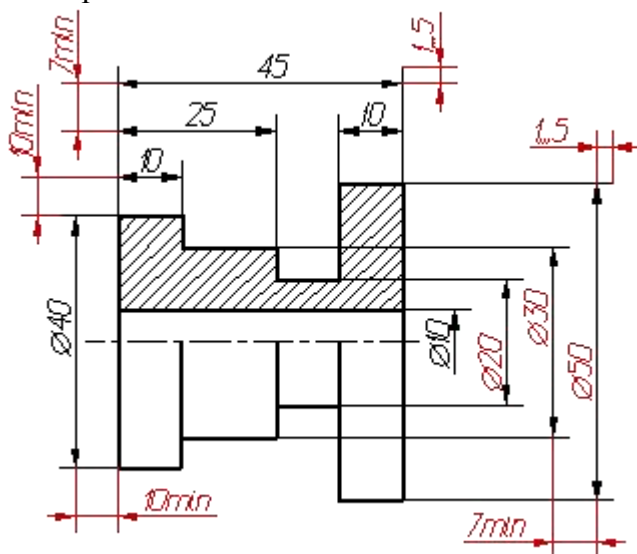

Рис.1.21
24. Размерные линии предпочтительно наносить вне контура изображения, располагая по возможности внутренние и наружные размеры по разные стороны изображения (рис. 1.21). Однако размеры можно нанести внутри контура изображения, если ясность чертежа от этого не пострадает.
25. При нанесении размера диаметра окружности знак $\varnothing$ является дополнительным средством для пояснения формы предмета или его элементов, представляющих собой поверхность вращения. Этот знак проставляется перед размерным числом диаметра во всех случаях (рис. 1.20а). В ряде случаев, пользуясь этим знаком, можно избежать лишних изображений. Так, применение знака $\varnothing$ позволило для детали на рис. 1.21 ограничиться одним изображением.